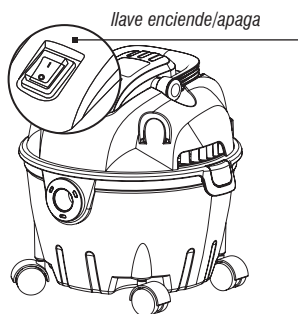

Fig. 12 – Encender/apagar la aspiradora de polvo
2. Presione la llave enciende/apaga para accionar la aspiradora de polvo, de acuerdo a lo mostrado en la Fig. 12, para apagar basta presionar nuevamente el botón.